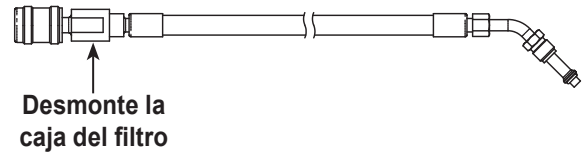

Figura 19
2. Desmonte la manguera de llenado del tanque en la caja del filtro como se muestra en la la Figura 19.